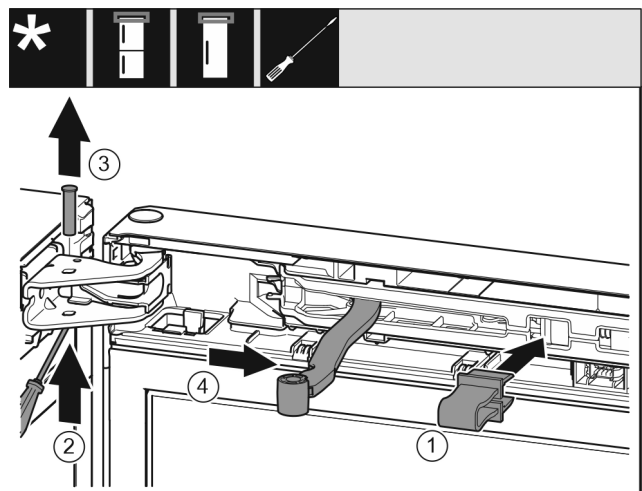

Fig. 9
- ▶ Kapni siguresën në vrimën përkatëse. Fig. 9 (1)
- ▶ Shtyni jashtë bulonin me një kaçavidë. Fig. 9 (2)
- ▶ Nxirreni jashtë bulonin duke e ngritur lart. Fig. 9 (3)
- ▶ Rrotulloni menteshën në drejtimin e derës. Fig. 9 (4)